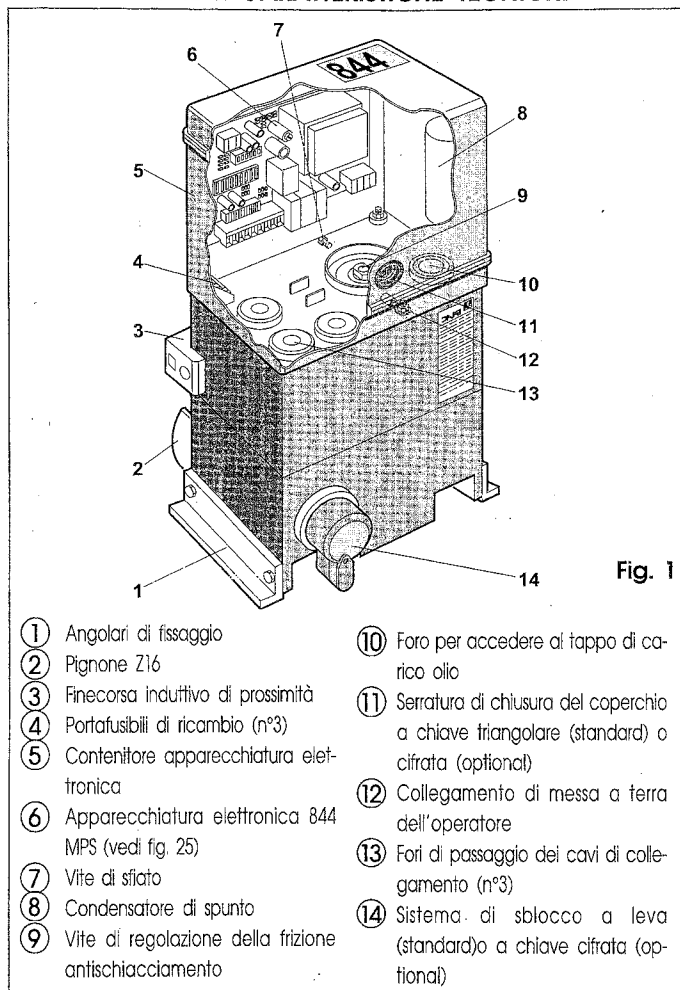

Fig. 1
- 8) Collocare l'operatore sulla piastra come da fig.6/7. Durante tale operazione fare passare i cavi attraverso l'apposito condotto presente nel semicorpo inferiore dell'operatore. Per accedere all'apparecchiatura elettronica di comando fare passare i cavi attraverso gli appositi fori (fig.1-rif.13) utilizzando i pressacavi in dotazione.
Importante : Collegare il cavo di terra dell'impianto sulla posizione di fig.1-rif.12.